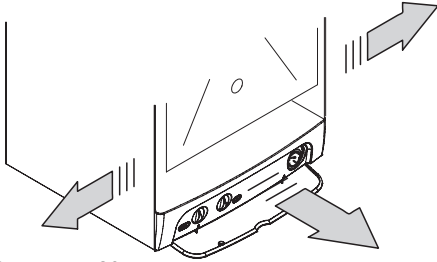

Рисунок 5.26
- Сместите боковые панели и потяните вперед панель управления, чтобы получить доступ к клеммной колодке электропитания Рисунок 5.26.